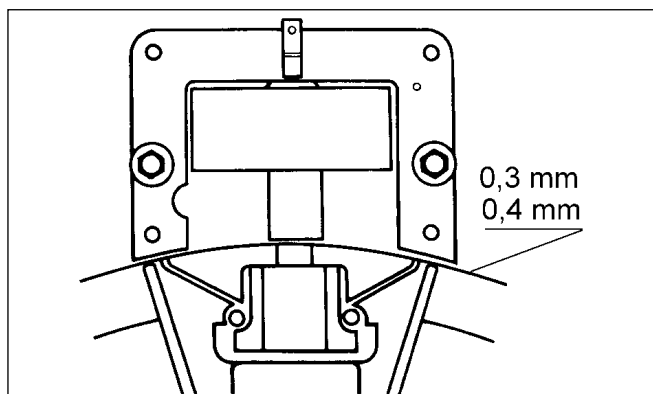

Abb. 24
- Der korrekte Einstellwert für die Einstellung des Abstands zwischen Schwungradmagneten und Elektronik beträgt 0,30 – 0,40 mm (Abb. 24).